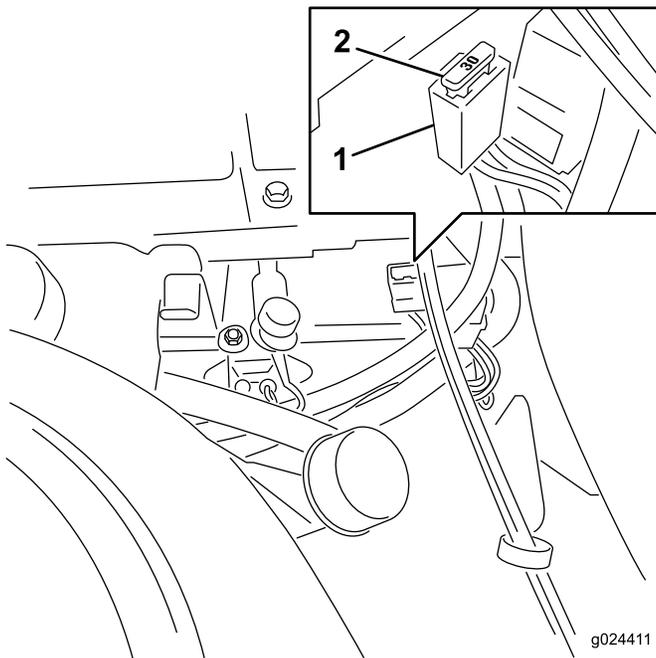

Figura 54
Nota: Los fusibles están situados en la consola de la derecha, junto al asiento (Figura 54).
1. Para cambiar el fusible principal, agarre el fusible y retírelo del bloque de fusibles en línea recta (Figura 54).
4. Alinee el fusible nuevo con la ranura del bloque de fusibles (Figura 54).
5. Inserte el fusible a presión en el bloque de fusibles hasta que esté correctamente asentado (Figura 54).